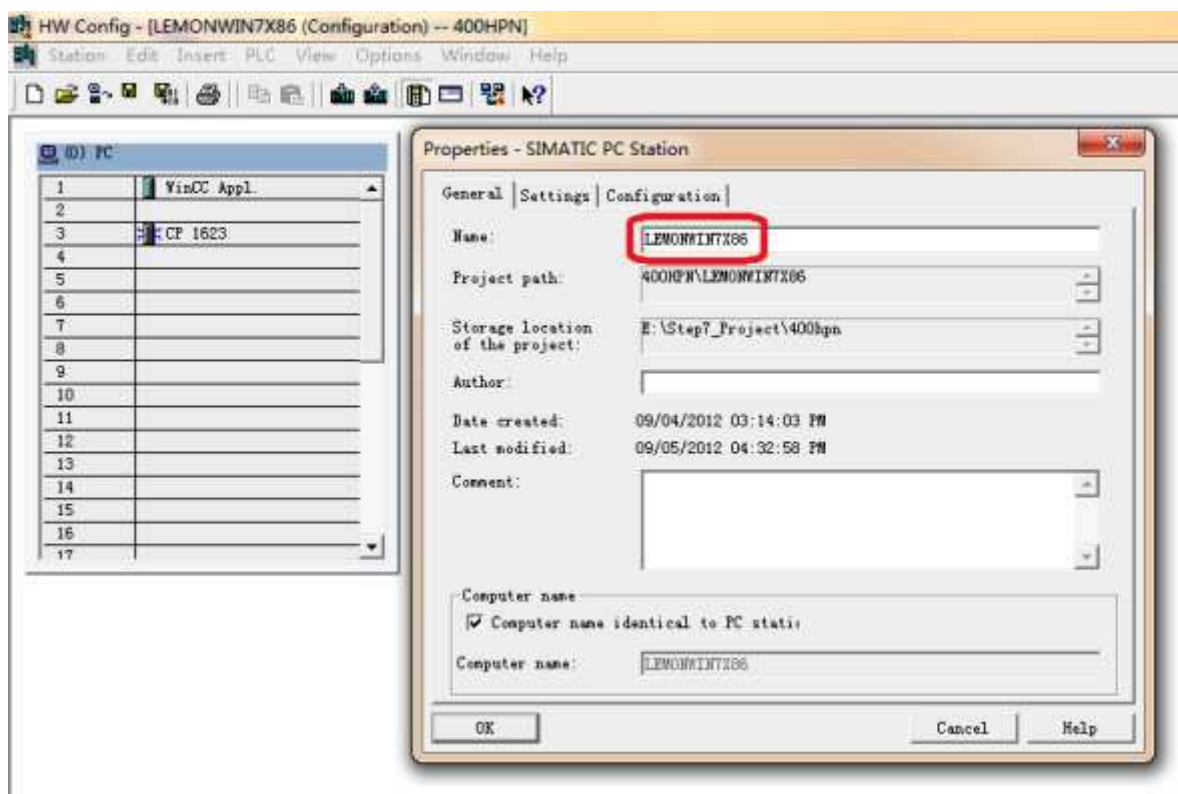

图3
(A) 创建 SIMATIC PC Station， 分配OS站计算机名称， 如图3所示。